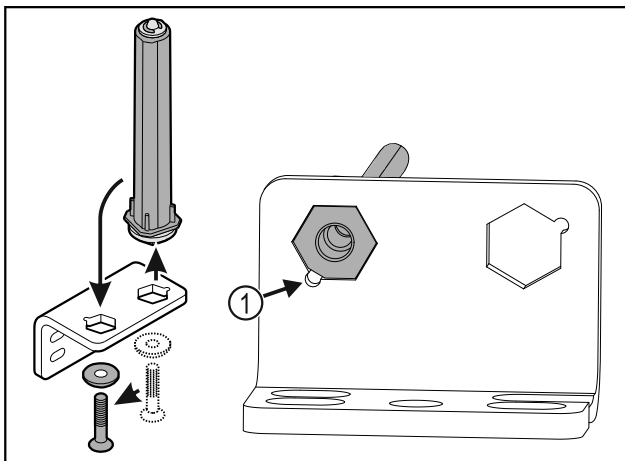

Fig. 38
- ▶ Darauf achten, dass beim Einsetzen die Bolzenabschrägung Fig. 38 (1) zum runden Loch zeigt.